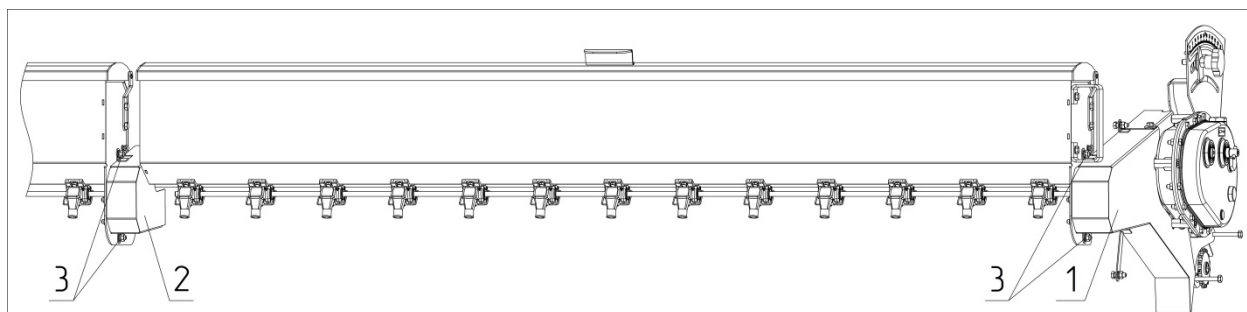

Рисунок 27.
- 1) Снять защиты (1) и (2) (рис. 27). Для этого необходимо раскрутить болты с гайками М8 (3).